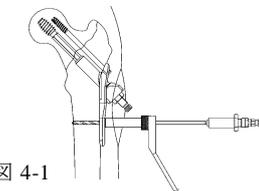
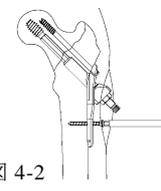

図 4-1
図 4-2
- ドリルポジションナを用いて骨幹部 2 穴目以降をドリリングし（図 4-1），コーティカルスクリューを挿入します。（図 4-2）